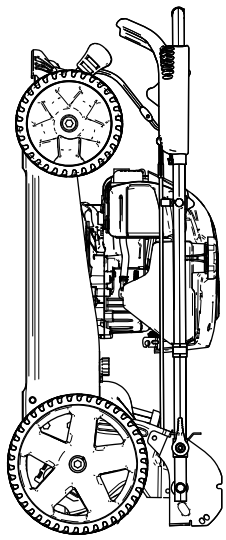

Figura 23
6. Eleve a frente da máquina pela pega e mova-a para o local de armazenamento (Figura 23).